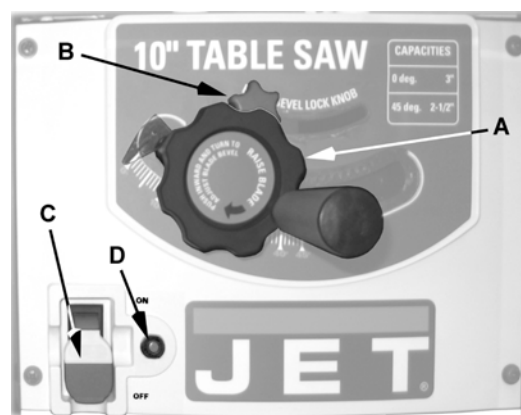
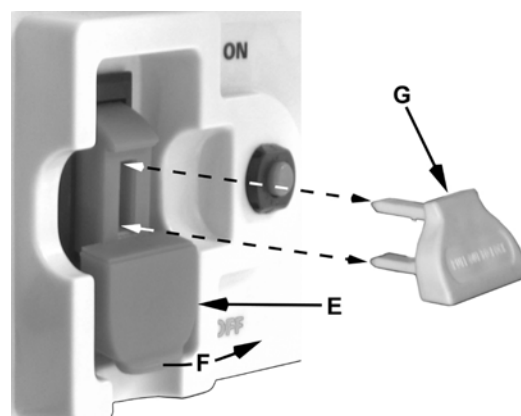

Figura 26
Figura 27
El *interruptor de conexión/desconexión (On/Off)* está ubicado en el panel delantero de la base de la sierra (C, Figura 26). Para encender (On) la sierra, coloque el interruptor en la posición de encendido (hacia arriba) (F, Figura 27). Para apagar (Off) la sierra, coloque el interruptor en la posición de apagado (hacia abajo).
Llave de bloqueo: Cuando la sierra no esté en funcionamiento, el interruptor debe estar bloqueado en la posición Off. Para bloquear el interruptor en la posición Off, saque la *llave de seguridad (G, Figura 27)*. La sierra no arrancará sin esta llave. No obstante, si retira la llave cuando el interruptor está en la posición On, puede apagarla una vez. La sierra no arrancará nuevamente hasta colocar la llave en el interruptor.
Protección de sobrecarga: Esta sierra tiene un *botón de relé de sobrecarga* reposicionable (D, Figura 26). Si el motor se apaga o no arranca nuevamente debido a una sobrecarga o a bajo voltaje, coloque el *interruptor (C, Figura 26)* en la posición *Off* y deje que el motor se enfríe durante cinco minutos por lo menos. Después de que el motor se haya enfriado, apriete el *botón de reinicio (D, Figura 26)* para volver a iniciar el dispositivo de sobrecarga. La sierra debiera arrancar nuevamente cuando el interruptor se coloca en la posición On.
Rueda de mando para la altura o inclinación de la hoja: La *rueda de mano* ubicada en el panel delantero de la sierra (A, Figura 26) fija la *altura e inclinación* de la hoja.
Para subir o bajar la hoja, gire la rueda de mano (A, Figura 26) en sentido horario o contrahorario.
2. Afloje la perilla de *fijación de la inclinación de la hoja (B, Figura 26)* haciéndola girar en sentido contrahorario.
4. Continúe empujando la *rueda de mano (A, Figura 26)* hasta que la perilla de fijación (B, Figura 26) esté apretada.
- ❑ A medida que se va usando la máquina, se debe inspeccionar periódicamente la operación de los trinquetes anticontragolpes (Figura 26). Si los trinquetes no detienen el movimiento de retroceso de una pieza de trabajo, afile las puntas.